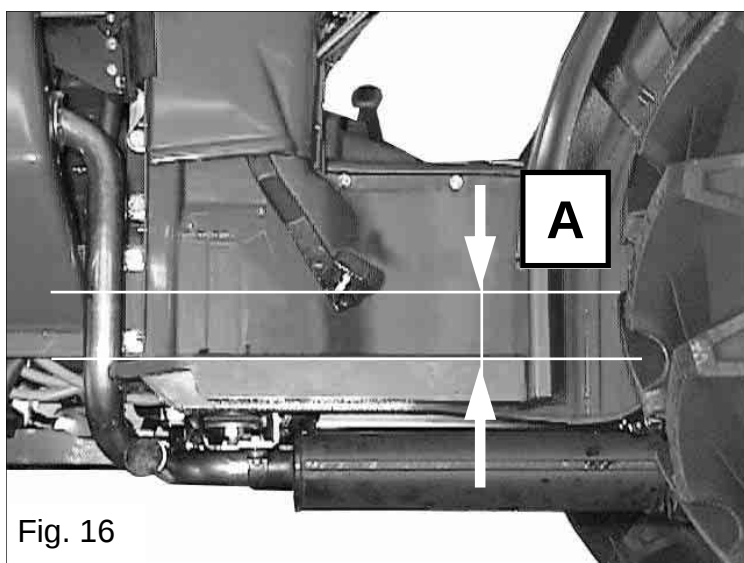

Fig. 16
- en condiciones de pedal embrague regulado la altura **A** del pedal desde la plataforma debe ser de aprox. 13 cm (véase fig. 16);